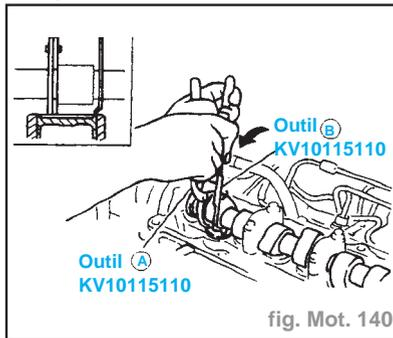

fig. Mot. 140
- Placer l'outil spécial (A) autour de l'arbre à cames comme indiqué (fig. Mot. 140).